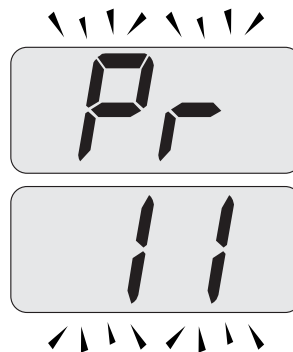

Figura 5.38
- Desplace los parámetros mediante los botones 16 o 17 hasta que aparezcan en la pantalla LCD las letras **Pr** alternadas con el código **11**, que indican la entrada en el "parámetro 11" (Figura 5.38).
- Pulsando simultáneamente los botones 15 y 16 (Figura 5.36) se sale sin modificar el valor (se vuelve a la lista de parámetros Figura 5.38).